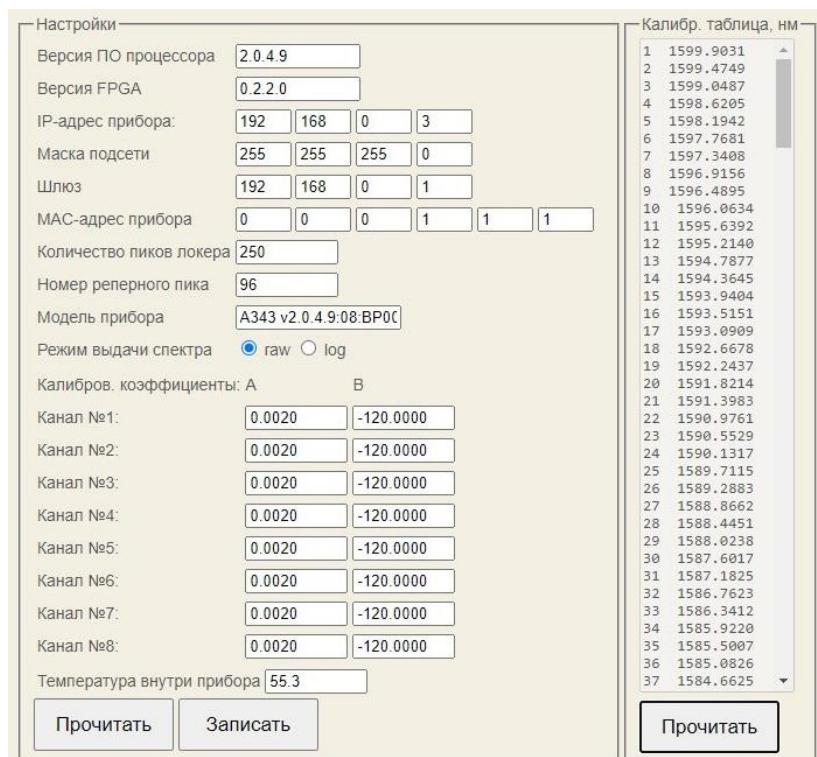

Рисунок 5 – Вкладка «Плата МД»
8.9 На вкладке «Настройки → Плата МД» (см. рисунок 5) можно ознакомиться с параметрами прибора, версией ПО, серийным номером, а также изменить IP-адрес.